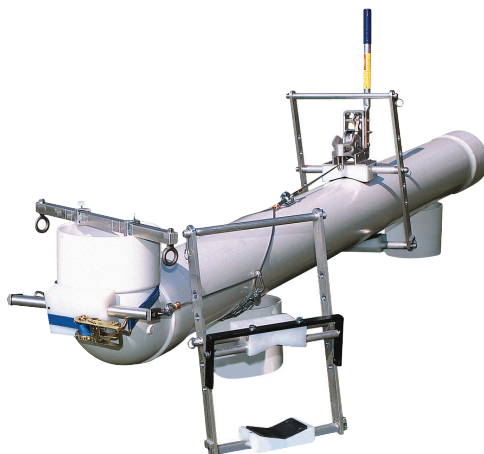

Рис. 6. Натяжное устройство Weld-on®
6. Из-за коротких раструбов во многих фитингах большого диаметра **очень важно добиться того, чтобы труба вошла в фитинг до упора!** Труба большого диаметра тяжёлая и может оказывать значительное сопротивление при вставке, прежде чем достигнет дна раструба. По этой причине мы рекомендуем использовать специальное натяжное устройство для труб диаметром более 110 мм (см. Рис. 6, стр. 10).